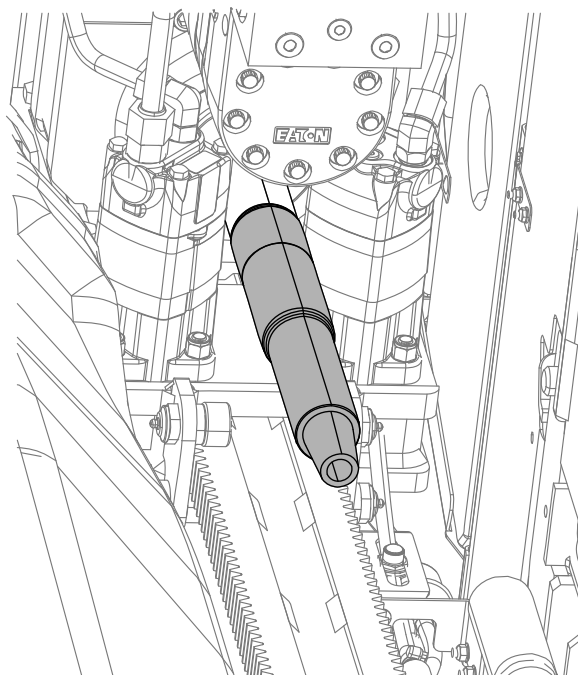

Figure 118
- B. Placez un bac de vidange sous l'arbre de forage pour récupérer les fuites d'antigel (Figure 118).
- D. Lorsque l'antigel s'écoule par l'arbre de forage (Figure 118), arrêtez la pompe.